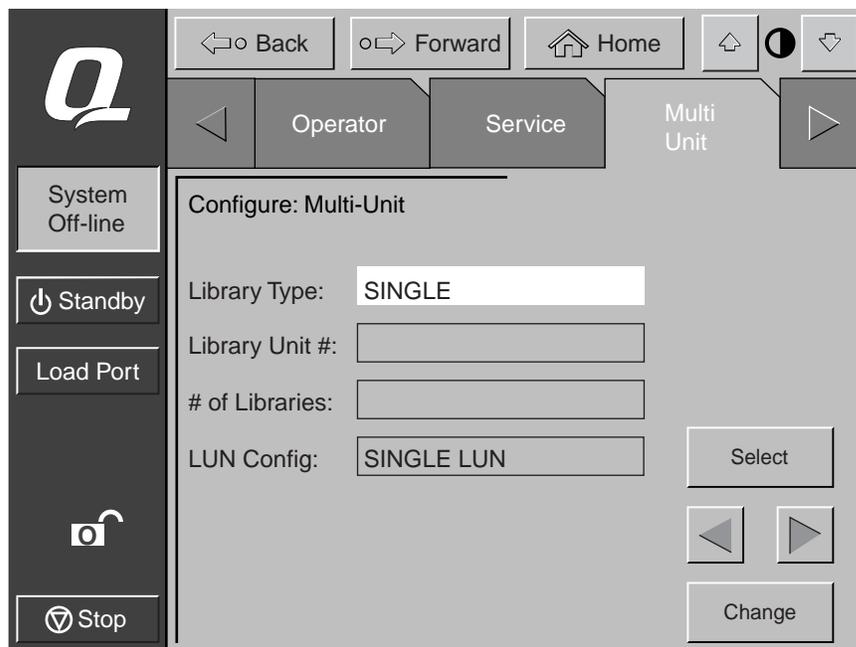

Abbildung 3-4. Bildschirm *Configure Multi-Unit (MUSL)* [Multi-Unit (MUSL) konfigurieren]
4. Geben Sie in das Feld *Library Type* (Library-Typ) einen der Modi *Single* (Einzelsystem), *Master* oder *Slave* ein (siehe Abbildung 3-4). Die mit dem Host-Computer verbundene Library ist die Master-Library. Jede Library im Multi-Unit-System kann eine Master-Library sein. Die übrigen Tape Libraries sind Slaves.
5. Geben Sie in das Feld *Library Unit #* (Nummer Library-Einheit) eine Zahl von 0 bis 4 ein (siehe Abbildung 3-4).
- ❶ Library 0
- ❷ Library 1
- ❸ Library 2
- ❹ Library 3
- ❺ Library 4
- ❻ Linke Seite
- ❼ Rechte Seite
6. Geben Sie im Feld *# of Libraries* (Anzahl der Libraries) eine Zahl (1-5) ein. Diese Zahl steht für die Anzahl der Libraries im Multi-Unit-System (siehe Abbildung 3-4).